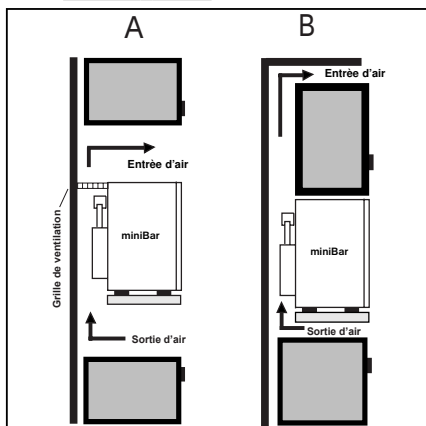

Figure 3
- 3. Veillez à garantir une aération suffisante conformément aux alternatives A, B, C, ou D (fig. 3 à 4)**